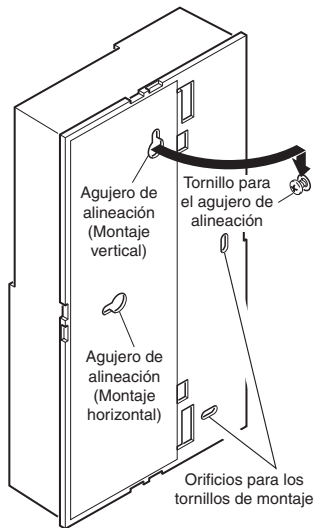

Figura 5 - Parte de atrás de la campana
- Coloque el tornillo del agujero de alineación en la pared, dejando expuesta 3mm (1/8 pulgada) de la rosca del tornillo (vea la Figura 5).